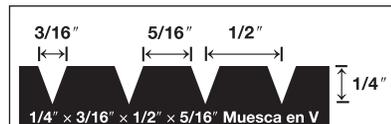

Figura 2
- Palstre con muesca en V de 1/4" x 1/2" x 3/16" (6 mm x 13 mm x 8 mm) (Figura 2) u otro palstre de un fabricante de adhesivos.
- Extienda suficientes cantidades del adhesivo recomendado con el palustre recomendado (Figura 2) en un área que se pueda cubrir en 60 minutos (consulte la información sobre el adhesivo).